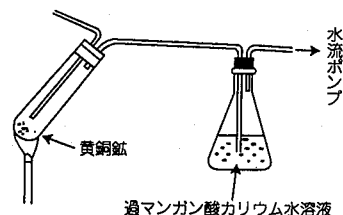

図1. 酸化銅の製法
〔実験〕 (1) 図1のような装置で黄銅鉱の粉末を大さじ1杯試験管に入れ、水流ポンプで空気を送りながら強熱し黄銅鉱の変化のようすを観察する。